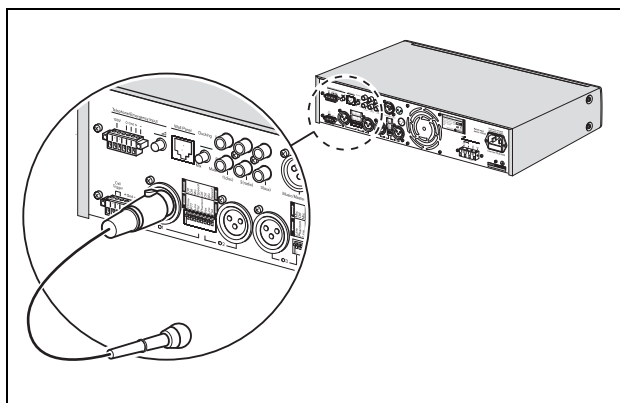

figura 4.1: solo connettore XLR
- Solo connettore XLR. Vedere figura 4.1.